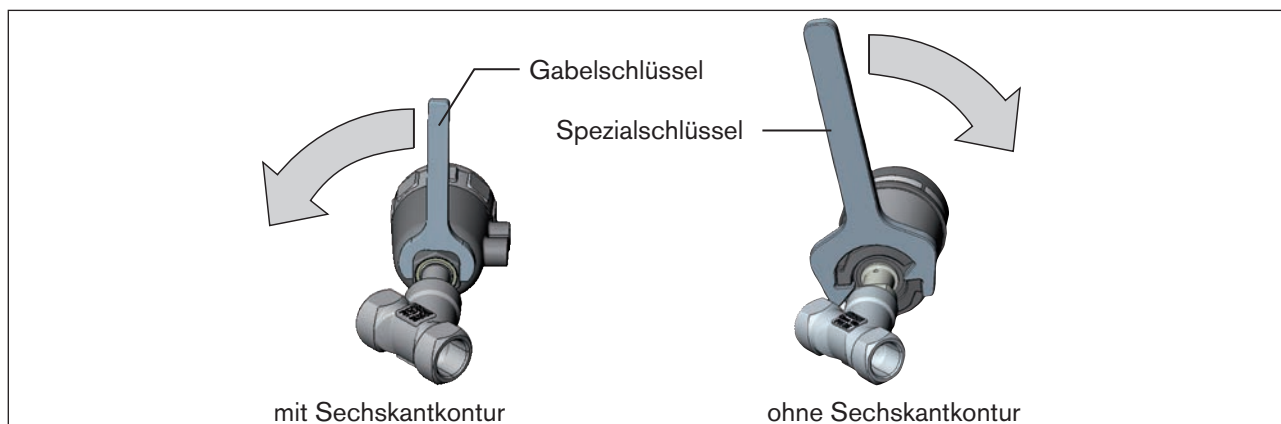

Bild 30: Drehen mit Speziesschlüssel / Gabelschlüssel
- ▶ Das Antriebsmodul nur im vorgegebenen Richtungssinn drehen (siehe „Bild 30“).